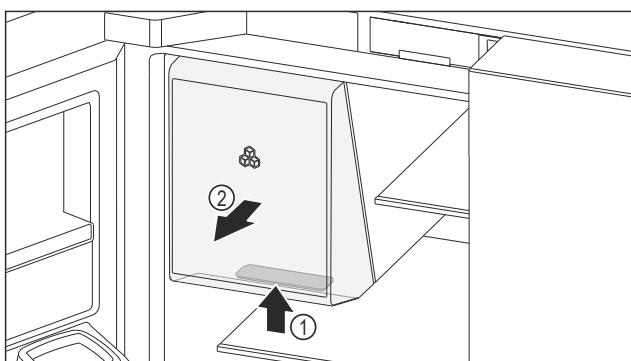

Fig. 156 Vyjímání zásuvky na led
- ▶ Uchopte prohlubeň pro rukojeť Fig. 156 (1) dole na zásuvce a současně vytáhněte zásuvku na led směrem dopředu Fig. 156 (2).